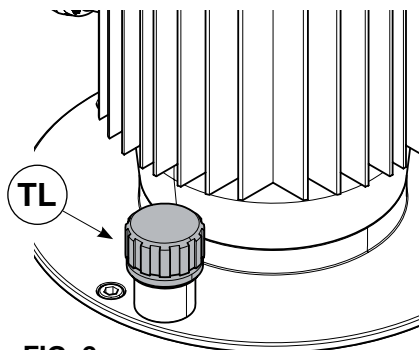

FIG. 2
- Pour éviter les fuites d'huile pendant le transport, le groupe est livrée avec un bouchon étanche. Pour le fonctionnement correct du groupe, il est nécessaire de remplacer ce bouchon par le bouchon de travail (TL) (Fig. 2) de couleur orange équipé de tige du niveau de l'huile.
- Vérifier que la tension d'alimentation correspond à celle indiquée sur la plaque signalétique de la pompe, puis brancher la prise d'alimentation: l'interrupteur général (IG) s'allumera pour indiquer la présence d'énergie électrique.